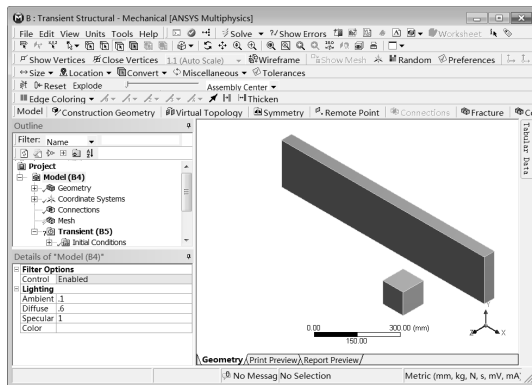

图 12-14 Mechanical 界面
Step1：双击项目 B 中的 B4(Model)选项，此时会出现 Mechanical 界面，如图 12-14 所示。